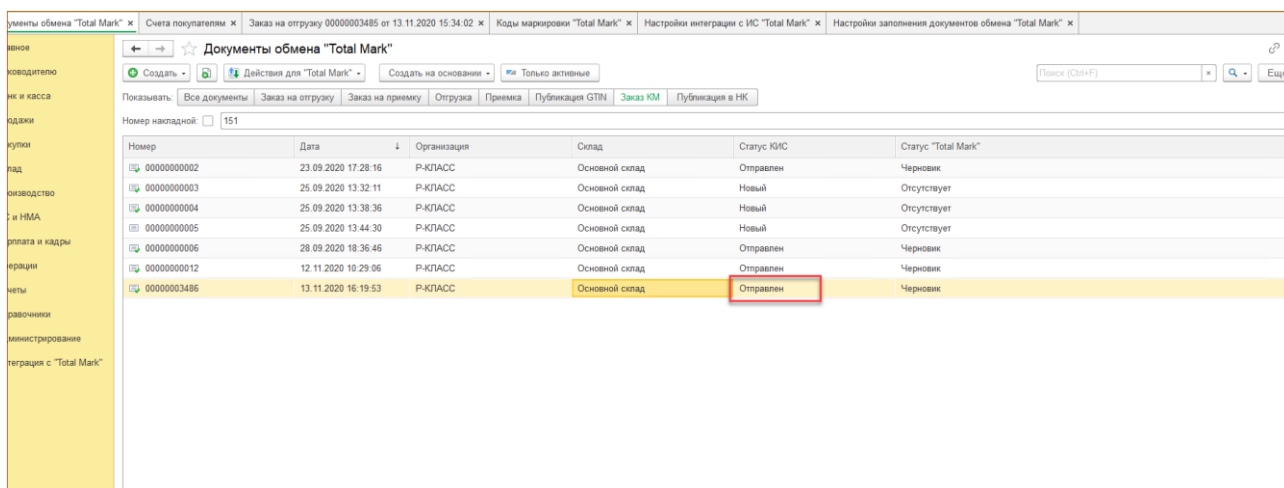

Рис. 7-5 - Отправка Заказа КМ в Total Mark
8. После отправки статус заказа изменится на Отправлен (Рис. 7-5).